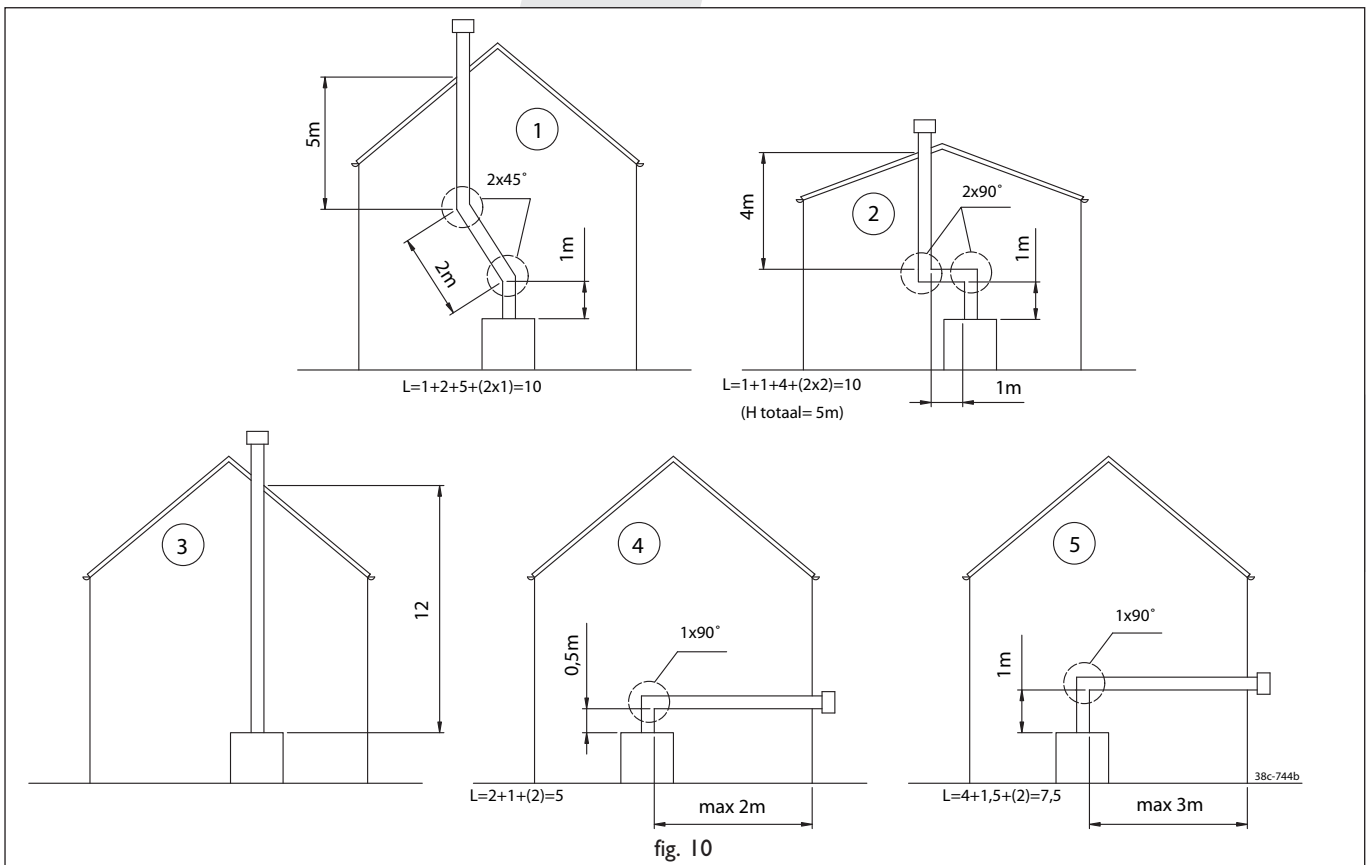

fig. 10
Possibilités de raccordement (fig. 10)
- Il faut toujours commencer par placer un tuyau vertical 0,5 à 1 mètre de long, excepté exemple 5 du figure 10.
La longueur maximale totale correspond à la somme de la longueur de tuyau plus la longueur de remplacement pour les coudes (voir les 5 exemples du figure 10).
- Choisissez entre les différentes possibilités de raccordement selon la figure 10.